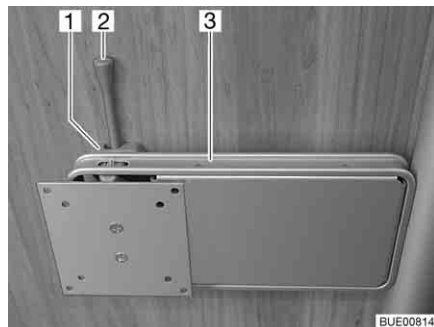

Bild 47 Fäste på pelare
- Tryck låsspaken (Bild 47,2) åt sidan och sväng fästet (Bild 47,3) med den platta bildskärmen till önskat läge.
- Vrid tillbaka den platta bildskärmen tills fästet (Bild 47,3) hakar fast i låset (Bild 47,1).